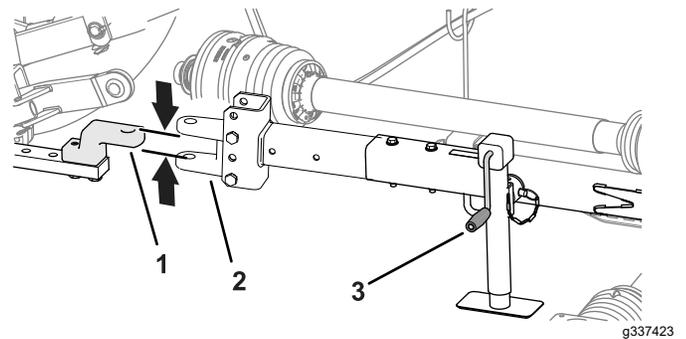

図 28
1. ジャッキハンドルで牽引バー・ジャッキの高さを調整して牽引バーを車両の牽引バーまたはピントルヒッチと同じ高さにする 図 28。
3. 牽引車両の牽引バーまたはピントルヒッチを、モアの牽引バーに揃える 図 28。